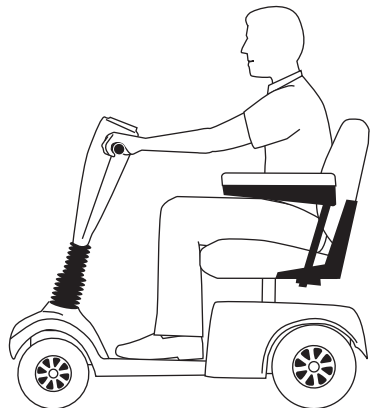

Abbildung 3. Normale Fahrerposition
- Sollte trotz maximaler Verlagerung des Schwerpunktes nach vorne das, oder eines der Vorderräder den Bodenkontakt verlieren, so ist die Steigung nicht befahrbar. Die Begleitperson sollte dann durch Druck von hinten das Fahrzeug stabilisieren und Sie sollten die Steigung in dieser „gestützten“ Stellung zu Ende fahren. <Abbildung 3 + 4>